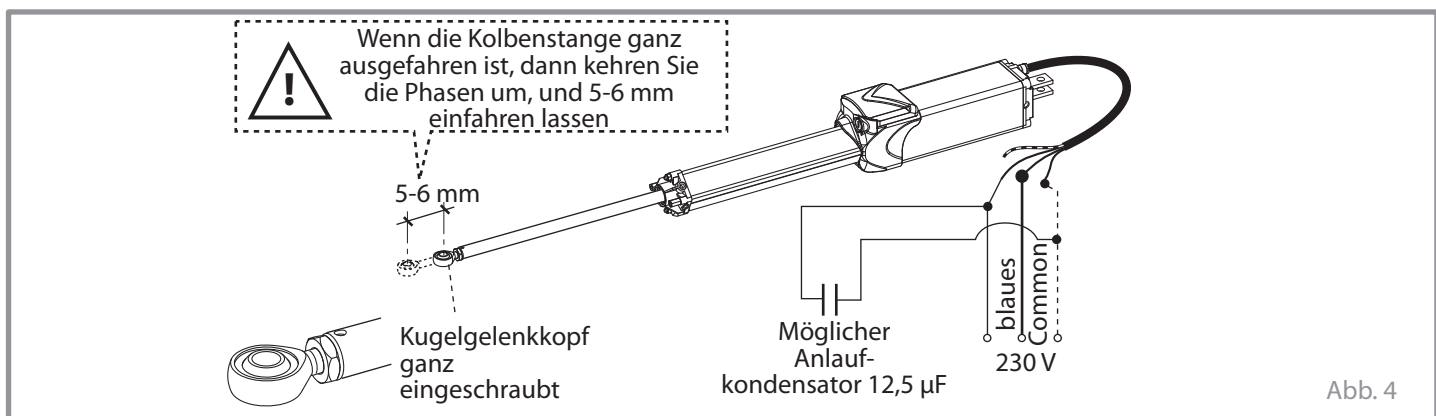

Abb. 4
**! WICHTIG: der Kugelgelenkkopf muss ganz eingeschraubt sein (Abb. 4).**